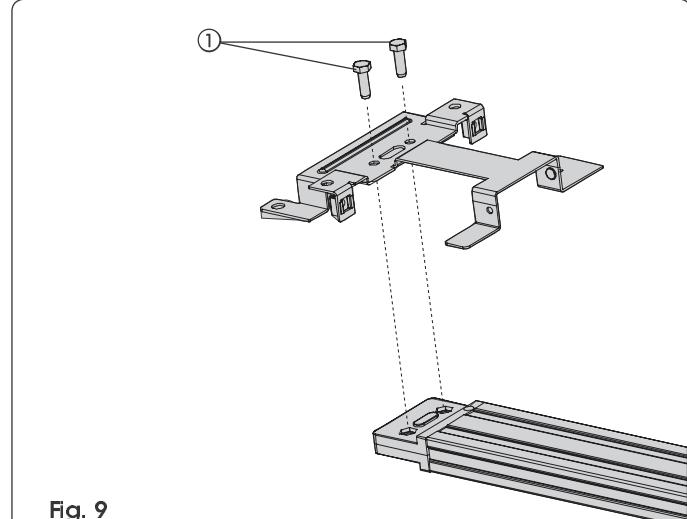

Fig. 9
Assembleer, alvorens de geleiderail aan het plafond te bevestigen, de bevestiging aan de achterkant, monteer hem in de speciale uitsparing in de aandrijfkoppelingsgroep en draai de schroeven vast zoals aangeduid in Fig. 9 ref. ①.